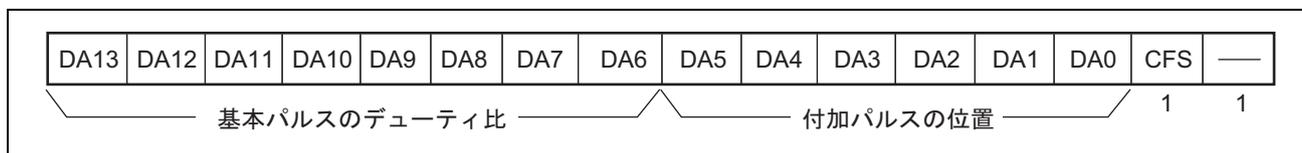

図 9.6 CFS = 1 のときの D/A データレジスタの構成
付加パルスについては、CFS = 1 (基本周期 = 分解能 (T) × 256) かつ OS = 1 (PWM 反転出力) の設定を例に示します。CFS = 1 のとき、図 9.6 に示すように DADR の上位 8 ビット (DA13 ~ DA6) で基本パルスのデューティ比が、次の 6 ビット (DA5 ~ DA0) で付加パルスの位置が決定されます。